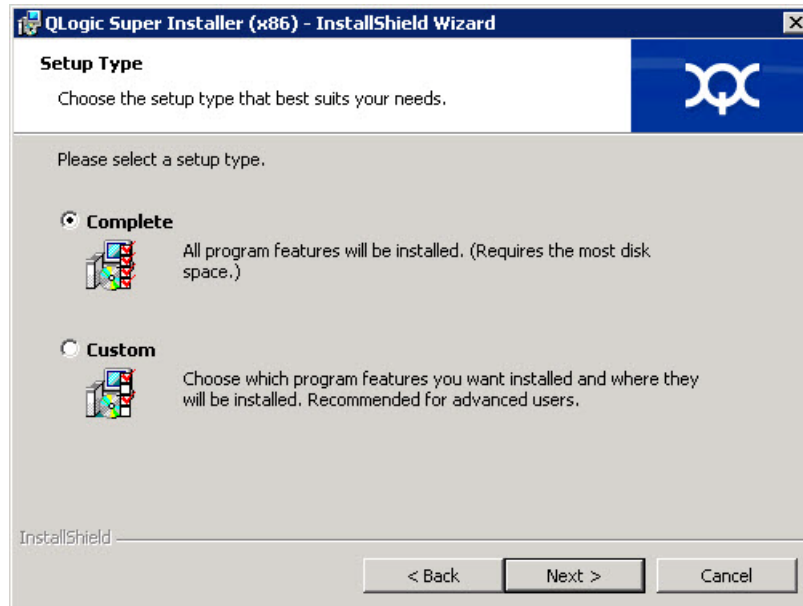

Figura 2-4. Janela InstallShield Wizard: Setup Type (Assistente do InstallShield: Tipo de configuração)
5. Preencha a janela Setup Type (Tipo de configuração) (Figura 2-4) do assistente da seguinte forma: